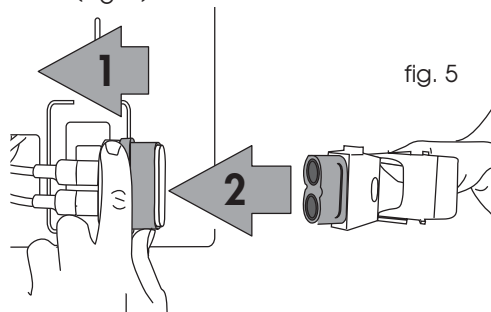

fig. 5
- 3) Introduza a união rápida macho na união rápida fêmea recuando o anel. Empurre bem a união macho até ouvir o estalido de fecho e, de seguida, solte o anel (Fig. 5).